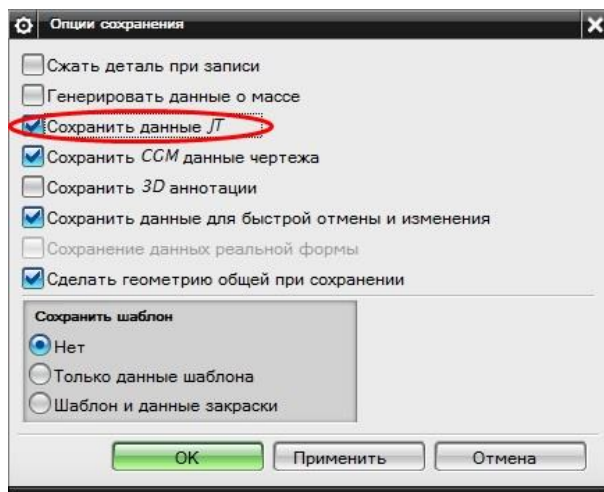

Рисунок 1.15 – Включение сохранения данных JT
- В открывшемся окне NX выполнить команду **Файл – Опции – Опции сохранения**. В открывшемся окне необходимо поставить галочку в пункте «**Сохранить данные JT**» (рисунок 1.15), нажать **ОК** и сохранить файл модели.